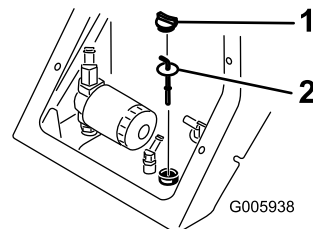

Figura 39
5. Pulite la zona intorno al collo del bocchettone del serbatoio idraulico (Figura 39).
6. Rimuovete il tappo del collo del bocchettone e controllate il livello del fluido sull'asta di livello (Figura 39).